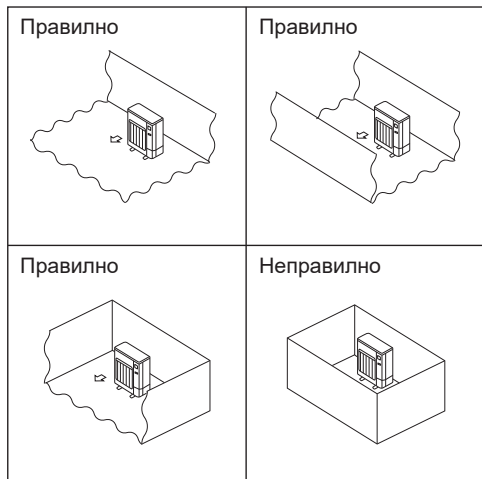

Fig. 2-2
- Ⓐ Монтирайте външните тела на място, където поне една от четирите страни е открита, и на достатъчно голямо пространство без понижено атмосферно налягане. (Fig. 2-2)